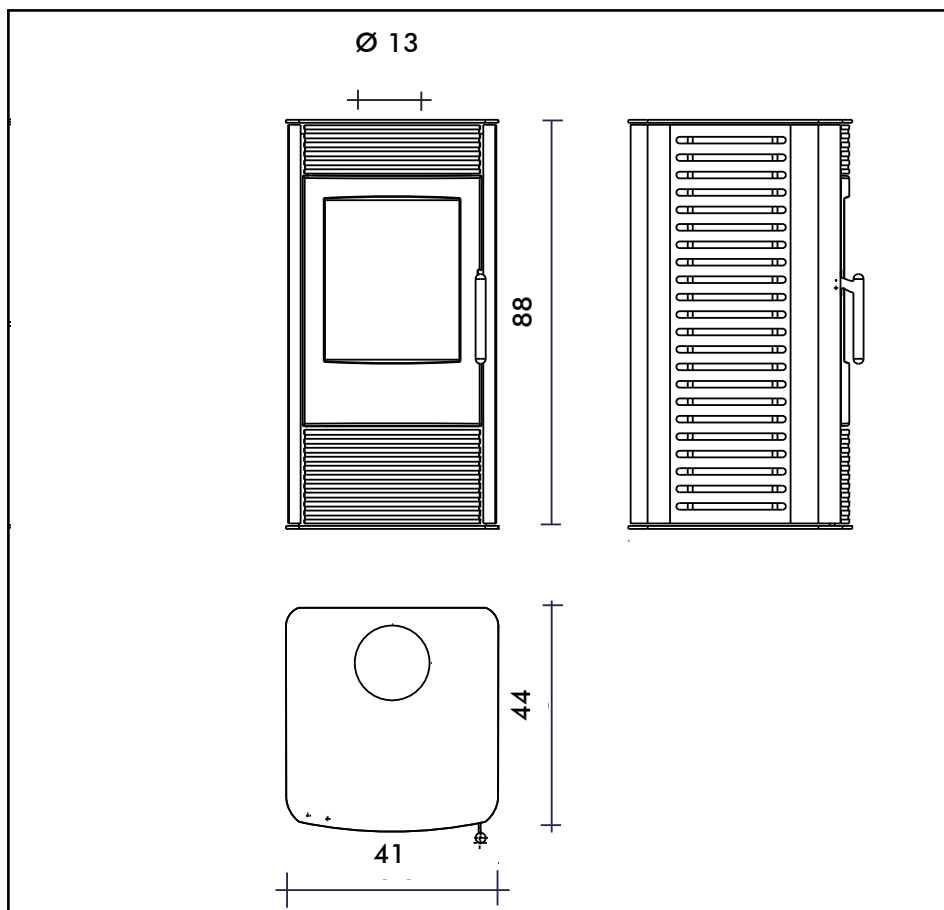

FIG. 4
- **La regolazione dell'aria primaria** si ottiene agendo sulla levetta **A** (Fig. 4), situata sulla sinistra della portina inferiore.
### PRIMA ACCENSIONE (Fig.4 - pag.3)
- Aprire la valvola dell'aria comburente posizionando la leva **A in posizione 2 (Fig.4 pag.3)**, aprire la valvola di tiraggio eventualmente inserita nel tubo di collegamento alla canna fumaria (canale da fumo).
- A fuoco troppo intenso si consiglia di chiudere parzialmente la valvola dell'aria comburente posizionando la leva **A in posizione 1 (Fig.4 pag.3)** e di chiudere leggermente la valvola di tiraggio eventualmente installata sul tubo di collegamento alla canna fumaria (canale da fumo).